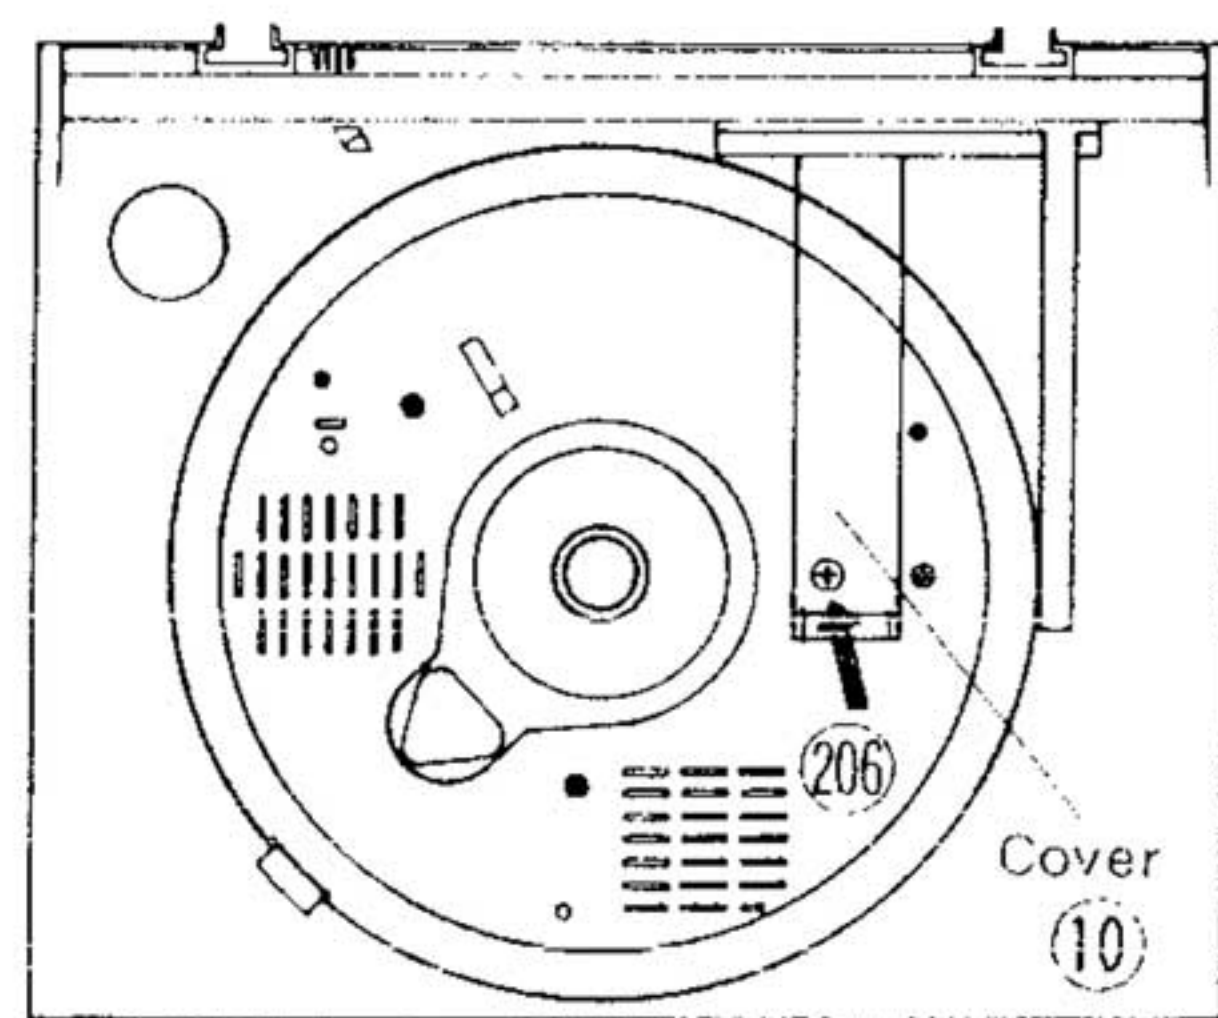

Figure 3
1-6. Remove the Cover (10) from the case top by drawing it (Fig. 3).
1-5. カバー(10)をキャビネット(1)に取り付けているスクリュー(206)をとる。(図3)